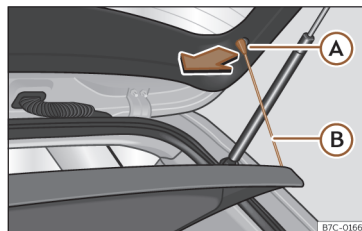

Fig. 171 Na bagageira: desmontar e montar a chapeleira.
- Desengate os tirantes de fixação >>> **Fig. 171** **B** dos alojamentos **A**.
- Engate os tirantes de fixação >>> **Fig. 171** **B** na porta da bagageira.